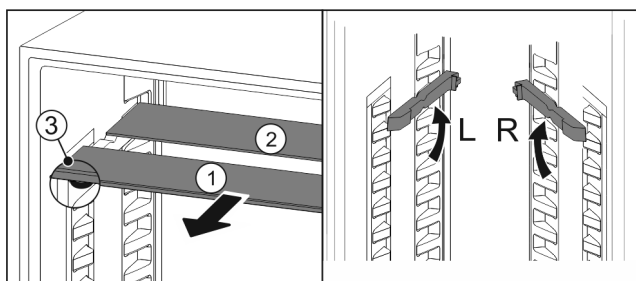

Fig. 86
- ▶ Træk glaspladerne ud enkeltvis fremad Fig. 86 (1).
- ▶ Glaspladen Fig. 86 (1) med pyntelisten ligger foran.
- ▶ Stoppene Fig. 86 (3) peger nedad.